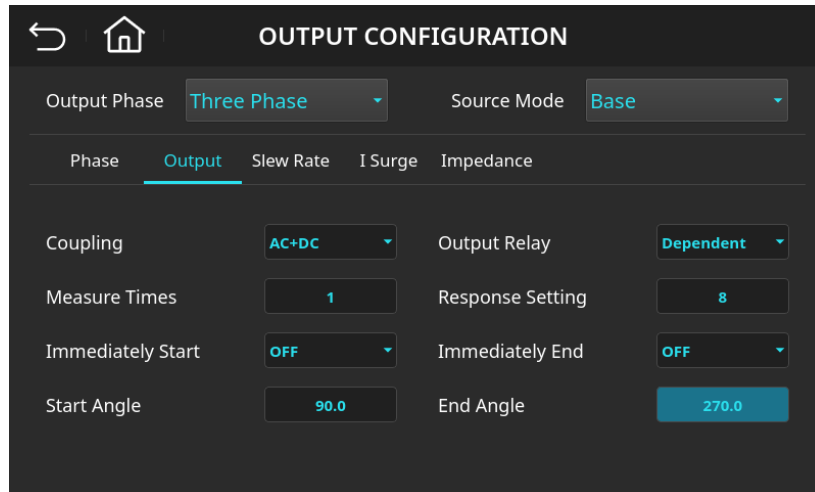

图 4-40 输出配置(Output)页面(Start Angle 设定为 90 度且 End Angle 设定为 270 度)
5. 输入 2, 7, 0 后按下 **Enter** 键, 数值变更成" 270.0 " , 如图 4-40 所示。